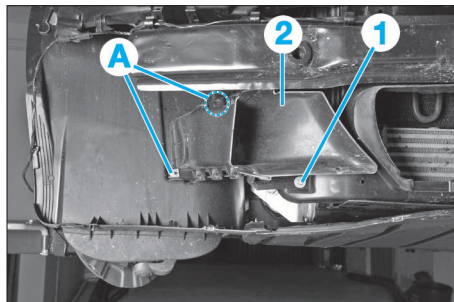

FIG. 38
- Déposer à gauche et à droite la vis (1) du conduit d'air de refroidissement (2) (Fig.38).